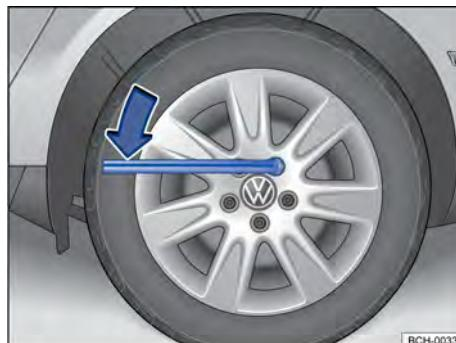

Fig. 195 Troca de roda: soltar os parafusos da roda.
- Encaixar a chave de roda no parafuso da roda até o batente → **Fig. 195**.